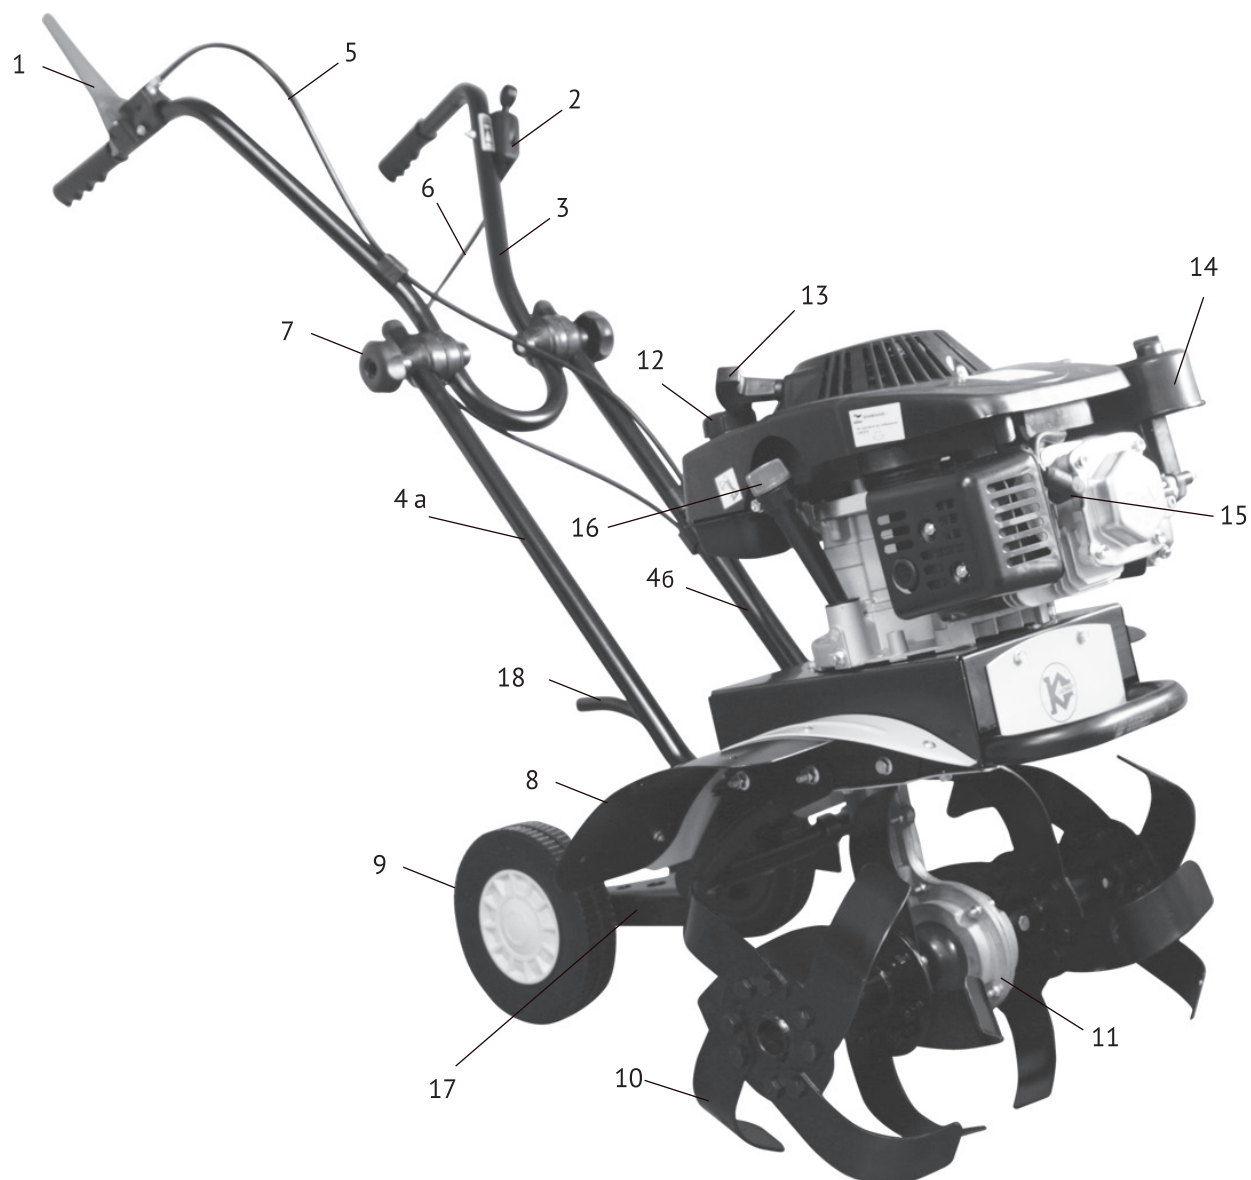

рис. 1
3.1 Общий вид мотокультиватора схематично представлен на рис. 1:
- Выкрутите щуп пробку из маслозаливной горловины (рис. 1 поз.16) и залейте в картер масло соответствующего типа. Вставьте сухой чистый щуп в горловину и выньте его, проверьте уровень масла: граница смоченной области щупа должна располагаться между отметками минимального и максимального уровней.
- Потяните трос стартера (рис.1 поз.13) без рывков, для того, чтобы бензин попал в карбюратор.
- Резко с интенсивным усилием потяните трос стартера (рис.1 поз.13) до упора, повторите действие ещё раз при необходимости.
- После прогрева двигателя в течение 10-40 секунд, в зависимости от начальной температуры, переведите рычаг регулировки дроссельной заслонкой (рис.1 поз.2) в положение оптимальных оборотов двигателя.
- Отпустите рычаг привода фрез для их остановки. (рис.1 поз.1).
- Установите рычаг регулировки дроссельной заслонкой (рис.1 поз.2) в положение «STOP», двигатель должен заглохнуть.